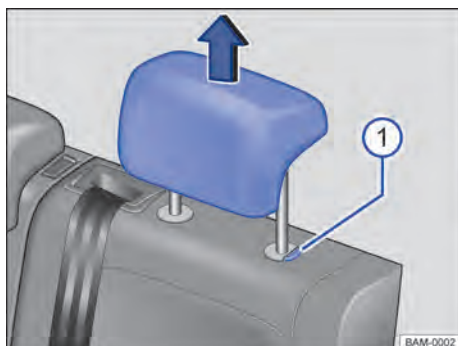

Fig. 73 Apoios para cabeça traseiros: desinstalar.
- Retirar o apoio para cabeça com o botão → Fig. 73  pressionado.
- Empurrar o apoio para cabeça para baixo com o botão → Fig. 73  pressionado.